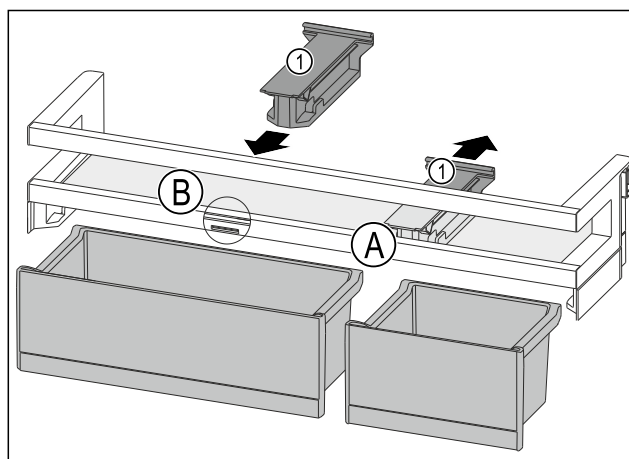

Fig. 87
- ▶ Træk holdesektionen Fig. 87 (1) tilbage i position Fig. 87 (A).
- ▶ Indsæt holdesektionen Fig. 87 (1) i position Fig. 87 (B).